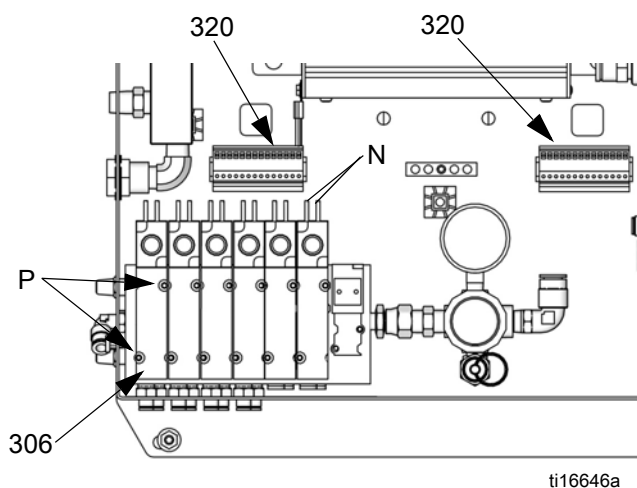

Рис. 3. Замена одного соленоида
3. Отсоедините 2 провода соленоида (N) от разъема жгута проводов (320). См. Рис. 3.
4. Выкрутите 2 винта (P) и извлеките соленоид (306).
5. Установите новый соленоид (306).
6. Подсоедините 2 провода соленоида (N) к разъему жгута проводов (320). Обратите внимание на полярность проводов соленоида (красный "+", черный "-"). См. раздел "Электрическая схема системы", стр. 73 – 76.